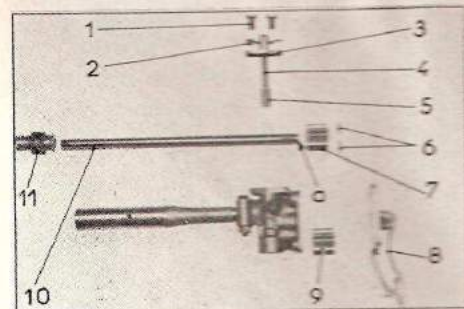

Fig. M 36.
Démonter : les éléments du filtre, le fond de pompe (8), le pignon fou (9) (fig. M 36).